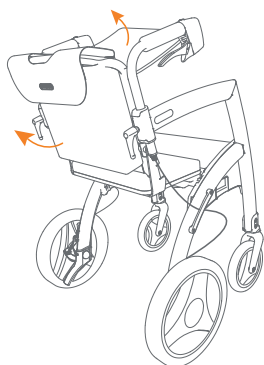
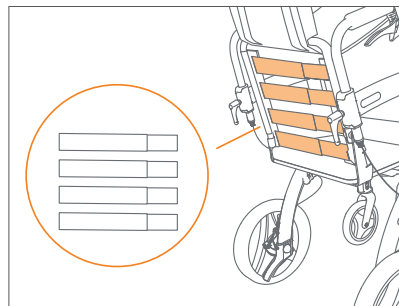

Abbildung 43: Lösen der Rückengurte.
Abbildung 44: Vier verstellbare Rückengurte.
- b. Ziehen Sie das Klettband von der Rückseite des Rollz-Rollstuhlpakets ab, indem Sie die Rollstuhltasche von unten nach oben ziehen. Ziehen Sie auch die Rückenlehne von unten nach oben **(Abbildung 43)**. Die Einstellgurte sind nun gut sichtbar **(Abbildung 44)**.